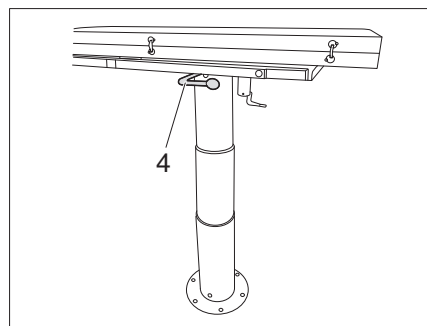

Fig. 116 Tavolo ribaltabile, abbassabile
- Sbloccare la leva (Fig. 116,4) per l'abbassamento del tavolo e spingere il tavolo verso il basso.